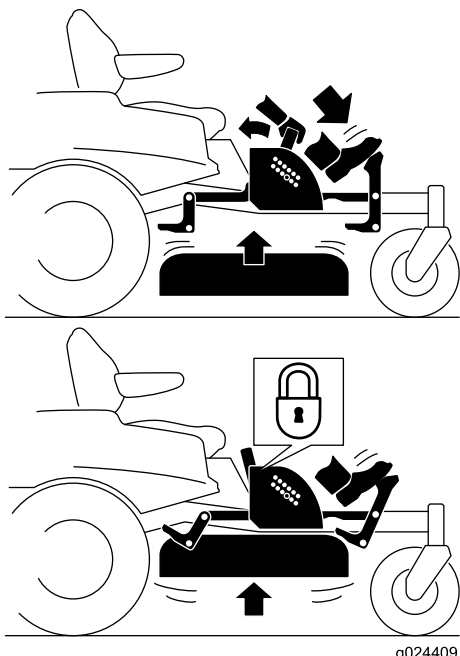

Figura 28
- Pressione o pedal de elevação da plataforma; continue a pressionar o pedal até que a plataforma esteja bloqueada na posição de transporte (Figura 28).
- Carregue no pedal de elevação da plataforma com o pé e puxe a pega de bloqueio de transporte para trás para desengatar o bloqueio de transporte (Figura 28).
4. Carregue no pedal de elevação da plataforma com o pé e puxe a pega para trás para desengatar o bloqueio de transporte (Figura 28).